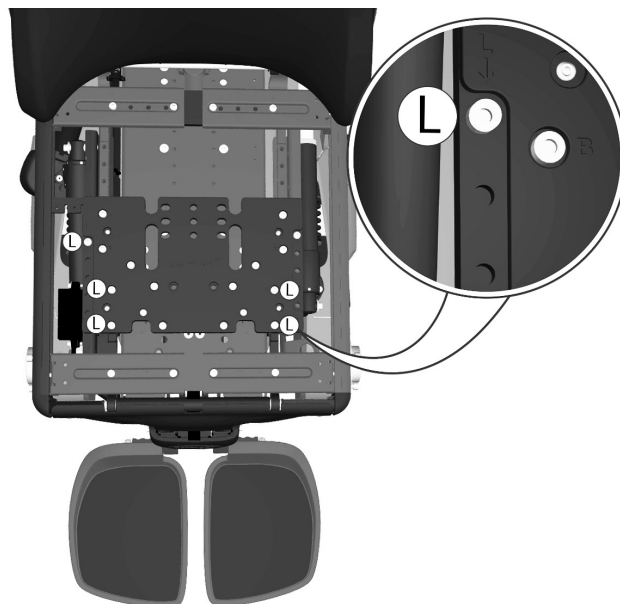

Abbildung 192. Die Position für die Beinstütze (vorderer Teil des Sitzrahmens) wird von fünf Schrauben, gekennzeichnet mit dem Buchstaben L, fixiert.
4. **Einstellung des vorderen Teils vom Sitzrahmen (Position der Beinstütze):** Die fünf mit (L) gekennzeichneten Schrauben abmontieren und den vorderen Teil des Sitzrahmens fixieren. Siehe Abbildung 192.